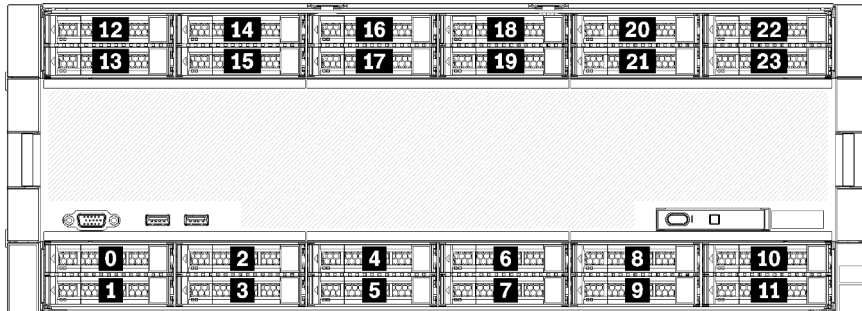

Figura 9. Locais do compartimento de unidade
- As duas unidades superiores oferecem suporte a unidades SAS, SATA ou de interface de NVMe (Lenovo AnyBay). O servidor pode oferecer suporte a até 12 unidades NVMe, dependendo da configuração do servidor. Os compartimentos de unidade NVMe são os compartimentos com numeração par, conforme mostrado em Figura 9 "Locais do compartimento de unidade" na página 25.